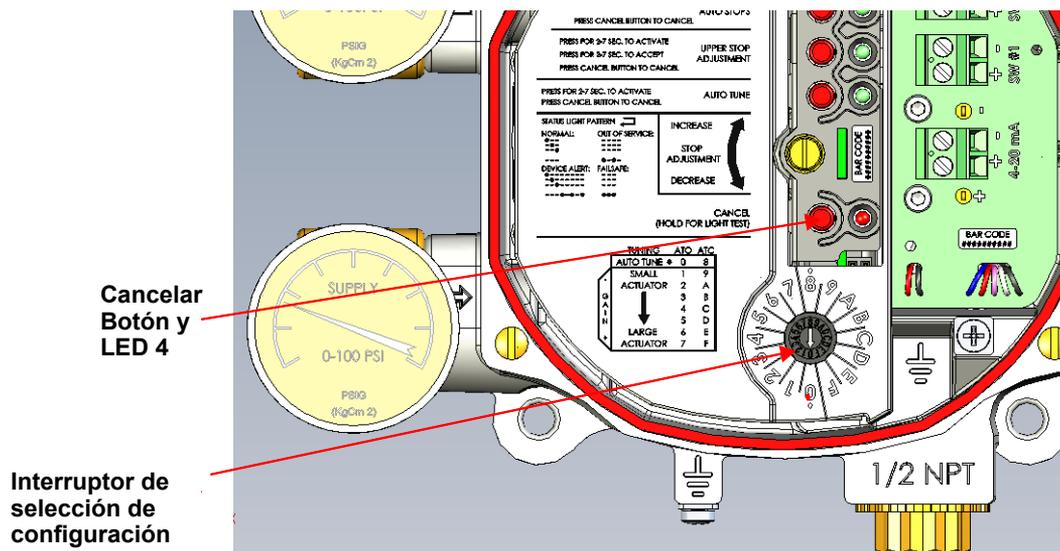

Figura 28 - Interruptor de selección de configuración
- Utilice el *interruptor de selección de configuración* para seleccionar un valor de ajuste predeterminado (Figura 28).